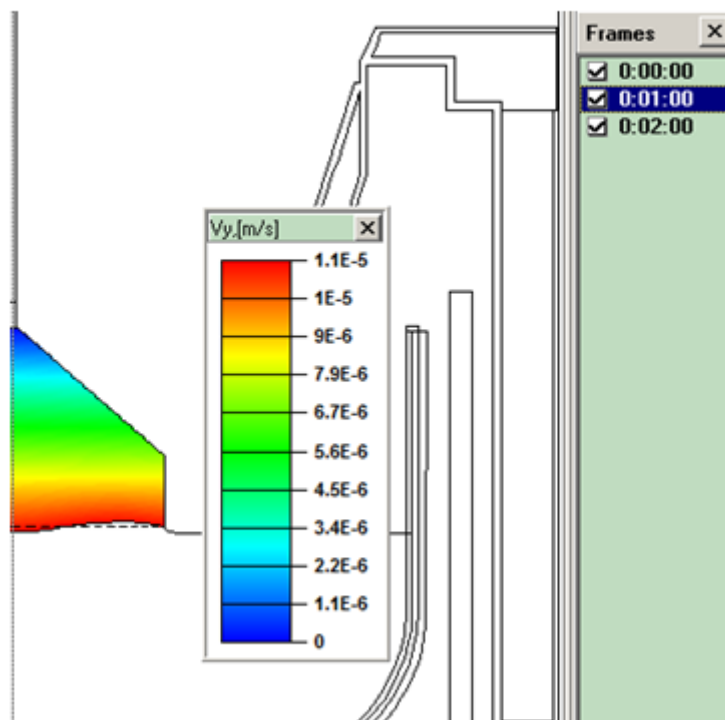

図 3. 非定常計算における結晶内の y 方向流速成分分布
- 非定常計算における結晶内の熱の移流オプションの改良 (図 3)